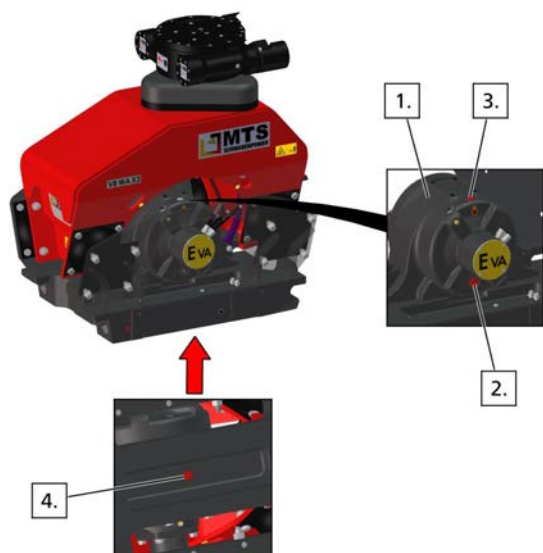

Abbildung 25: Öl nachfüllen
- MTS-Anbauverdichter (WA / WAe) ohne Anbauwerkzeug eben und waagrecht auf tragfähigem Untergrund so abstellen, dass die Ölablassschraube Pos.4 (siehe Abbildung 25, Seite 24), gefahrlos zugänglich ist.
- Die Öleinfüllschraube Pos. 3 (siehe Abbildung 25, Seite 24) herausdrehen und anschließend die Ölablassschraube Pos. 4 aus der Erregereinheit (siehe Abbildung 25, Seite 24) herausdrehen.
- Ist das gesamte Öl abgelaufen, die Ölablassschraube Pos. 4 (siehe Abbildung 25, Seite 24) mit einem neuen Kupferdichtring in die Ablassöffnung einschrauben und festziehen.
- Ca. 1,4 l Getriebeöl (Spezifikation siehe Kapitel 9.7, Seite 25, Tabelle 26) über die obere Öffnung an der Erregereinheit bei Pos. 3 (siehe Abbildung 25, Seite 24) einfüllen.
- Öleinfüllschraube Pos.3 (siehe Abbildung 25, Seite 24) mit einem neuen Kupferdichtring einschrauben und festziehen.